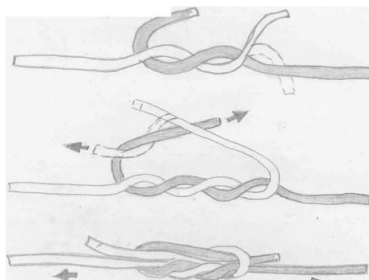

Рис.3
2. Хирургический узел более надежен, чем Гераклов. Он используется врачами - хирургами для перевязывания кровеносных сосудов, сшивание тканей кожных покровов. Порядок выполнения узла показан на рис. 3.